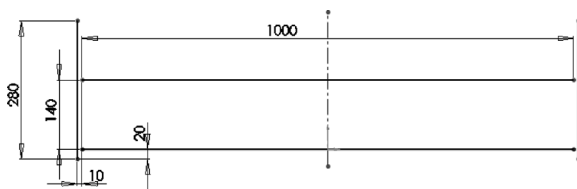

图 6-80 创建草图
STEP 1 新建一零件类型的文件，首先在“前视基准面”中绘制一如图 6-80 所示的草绘图形。